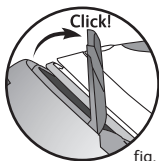

fig. 2
- Verrouillage - fig.2
- posez le fer sur la plaque repose-fer de la centrale vapeur et rabattez l'arceau de maintien sur le fer jusqu'à l'enclenchement du verrouillage (identifié par un "clac" sonore) - fig.2.